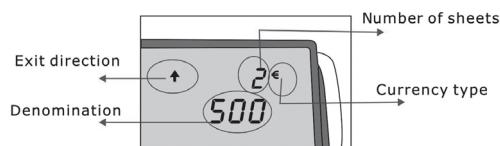

Fig.3
1. Per visualizzare il rapporto dei rilevamenti effettuati, premere il tasto direzionale e il rapporto di rilevazione. Premere lo stesso pulsante per visualizzare ogni rilevamento effettuato (fig. 3)